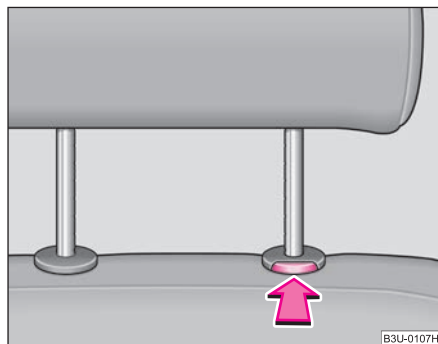

Fig. 58 Sacar reposacabezas
- Pulse la tecla del seguro en el sentido de la flecha ⇒ **fig. 58** y extraiga el reposacabezas.